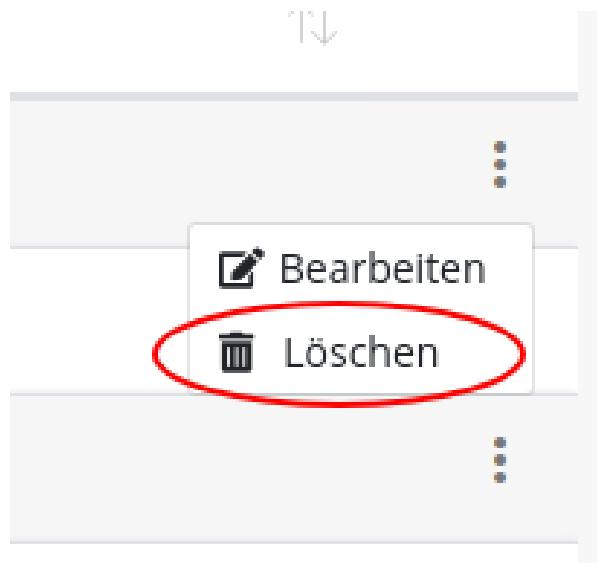

Abbildung 23: Löschen eines Benutzers
- Klicken Sie auf der Übersichtsseite in der entsprechenden Reihe rechts auf das ausklappbare Menü (gekennzeichnet durch drei vertikale Punkte, vgl. Abbildung 23)